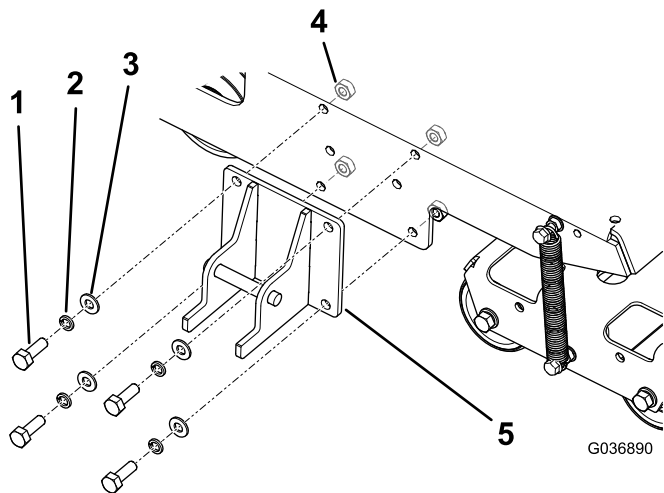

図4
- 図4のように、機体のフレームにロックブラケットを取り付ける。